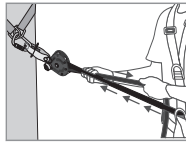
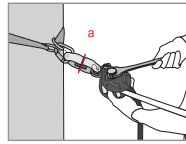

Fig 3
Fig 4
Nachdem die Sicherungsleine installiert ist, muss eine Voreinstellung der Spannung vorgenommen werden, dazu zieht man manuell an der Leine (Seite des Endknotens — Abb. 3). Die Nocke (8) und der Nockenhebel (4) müssen automatisch an das Seil greifen. Legen Sie den Nockenhebel (4) um und stellen Sie mit einem passenden Schlüssel die Spannung an der Spannungseinstellachse (1) ein, bis die Beilagscheibe der Spannungsanzeige (a) auf der Spannungsanzeige (2) sich frei drehen lässt (Abb. 4). Sobald diese sich frei bewegen kann, NICHT WEITER SPANNEN! Dies entspricht einer Vorspannung der Sicherungsleine von ungefähr 1 kN. Wenn die Sicherungsleine in Gebrauch ist, überprüfen Sie regelmäßig diese Spannung (Drehen der Beilagscheibe an der Spannungsanzeige) und stellen Sie sie gegebenenfalls in der oben beschriebenen Weise nach.